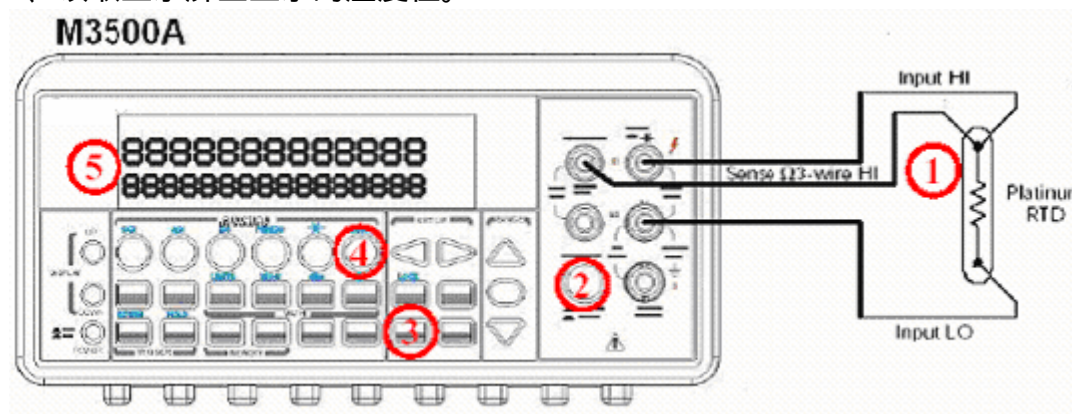

图2-14
- 1、按图2-14，通过低热电势的探棒将热敏电阻连接到仪表的输入端；